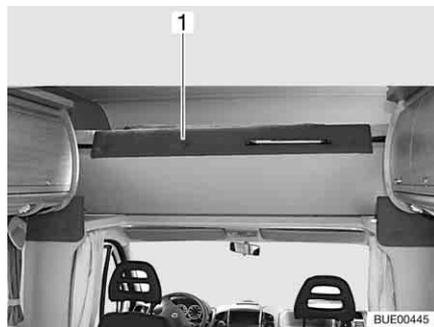

Fig. 84 Cama de alcoba, plegada hacia arriba
- Plegar hacia arriba la cama de alcoba (Fig. 84,1) delante. La cama de alcoba se mantiene en la posición superior mediante resortes por presión de gas.